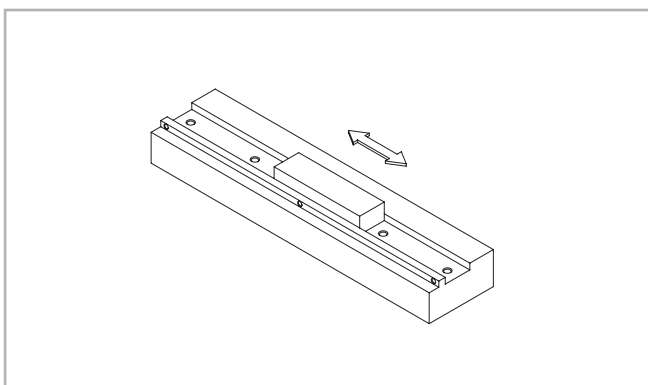

Fig. 53
(1) Limpie la superficie de montaje con una piedra de afilar y elimine también las rebabas, los desniveles y la suciedad (ver la fig. 53).